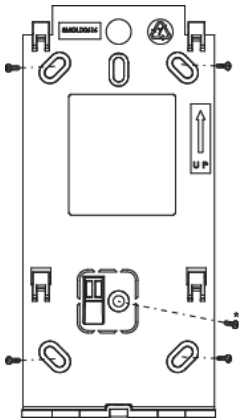

Figuur 1
1. Verwijder de montagebeugel van het keypad (zie Figuur 1).